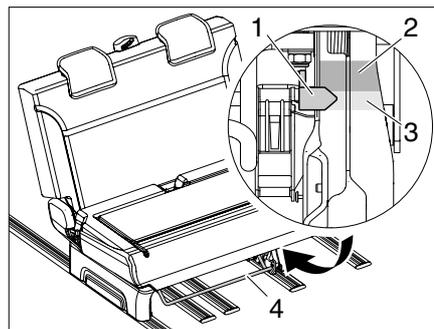
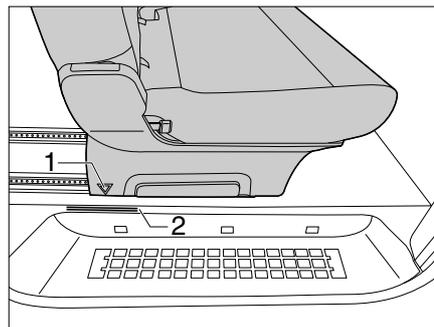

Bild 18 Sitzbank-Anschnallbereich - Markierung unter der Sitzbank
Bild 19 Sitzbank-Anschnallbereich - Markierung am Einstieg
Damit sich Personen auf der Sitzbank anschnallen können, muss sich die Sitzbank im Anschnallbereich befinden. Der Anschnallbereich wird am Einstieg mit der Markierung (Bild 19,2) und mit dem Zeiger (Bild 18,1) gekennzeichnet, der sich unter der Sitzbank befindet.
- ▶ Mit Sichtprüfung kontrollieren, ob sich der Zeiger (Bild 18,1) im roten bzw. grünen Bereich befindet.
- Bügel (Bild 18,4) ziehen und Sitzbank so weit verschieben, bis sich der Pfeil (Bild 19,1) an der Sitzbank im Bereich der Markierung (Bild 19,2) befindet. Der Zeiger (Bild 18,1) kann jetzt in den grünen Bereich (Bild 18,3) bewegt werden.